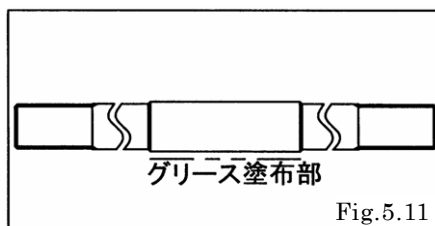

Fig.5.11
- ・センターロッドにグリース（ウレア）を塗布し、本体に挿入する。〔Fig.5.11〕
- ・センターロッドにグリース（ウレア）を塗布し、本体に挿入する。[Fig.5.11]